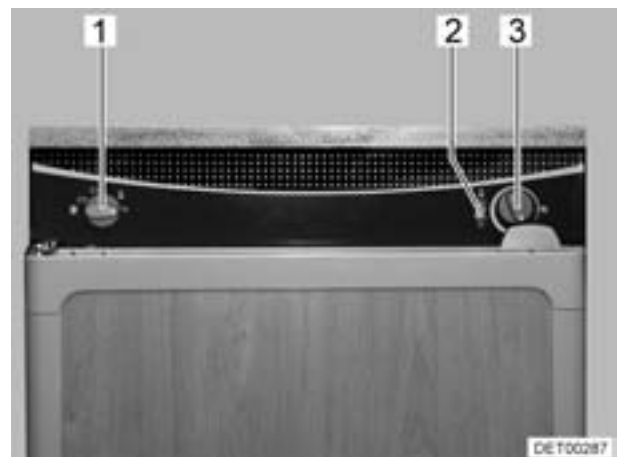

Bild 152 Bedienelemente für Kühlschrank (Variante 4)
- Energie-Wahlschalter (Bild 152,1) auf Gas  stellen.
- Drehregler (Bild 152,3) drücken und gedrückt halten. Die Gaszufuhr ist geöffnet. Der Zündvorgang erfolgt automatisch. Ein tickendes Geräusch ist hörbar, bis Zündvorgang erfolgreich abgeschlossen ist.
- Drehregler (Bild 152,3) gedrückt halten, bis der Flammenanzeiger (Bild 152,2) grün wird, dann loslassen. Falls die Flamme erlischt, wiederholt das Zündgerät automatisch den Zündvorgang.
- Energie-Wahlschalter (Bild 152,1) auf "☐" stellen. Das Gerät ist abgeschaltet.
- Energie-Wahlschalter (Bild 152,1) auf 230-V-Betrieb  stellen.
- Kühltemperatur mit dem Drehregler (Bild 152,3) einstellen.
- Energie-Wahlschalter (Bild 152,1) auf 12-V-Betrieb  stellen.